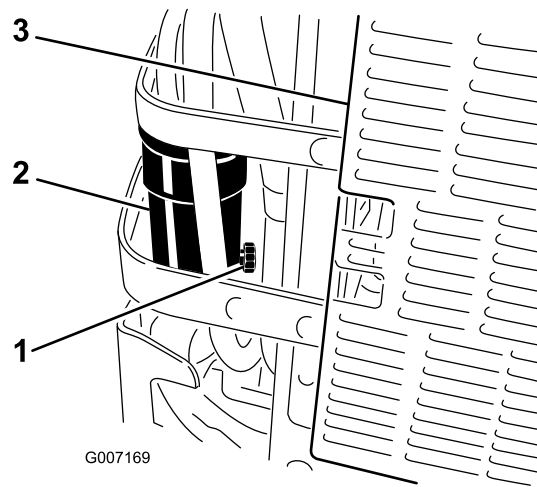

Bild 41
6. Öffnen Sie das Ablassventil am Wasserabscheider um ca. eine Umdrehung, damit das Wasser und andere Verunreinigungen ablaufen können (Bild 41).
7. Schließen Sie das Ablassventil, wenn Diesel austritt (Bild 41).